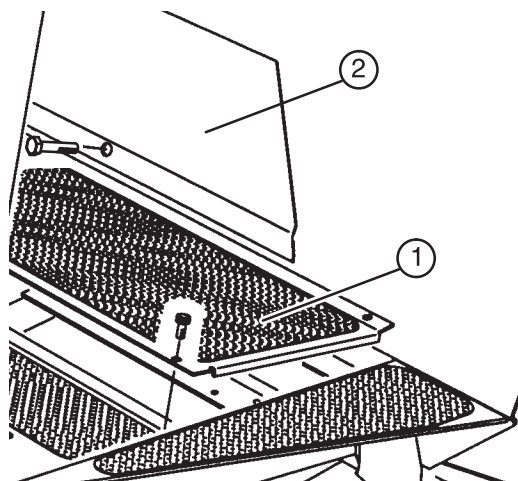

図5
1. フロア・パネルの左前隅の固定ボルトを取り外す (図5)。
2. 付属部品のフランジヘッド・キャップスクリュ (5/16 × 5/8") を取り付ける (図5)。